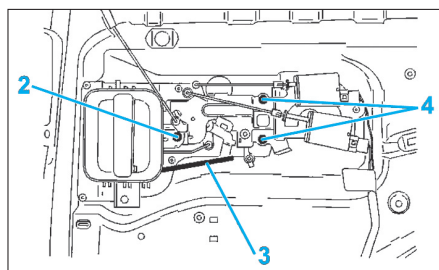

Fig. 35
- Déposer la fixation (2) de la poignée intérieure (Fig.35).